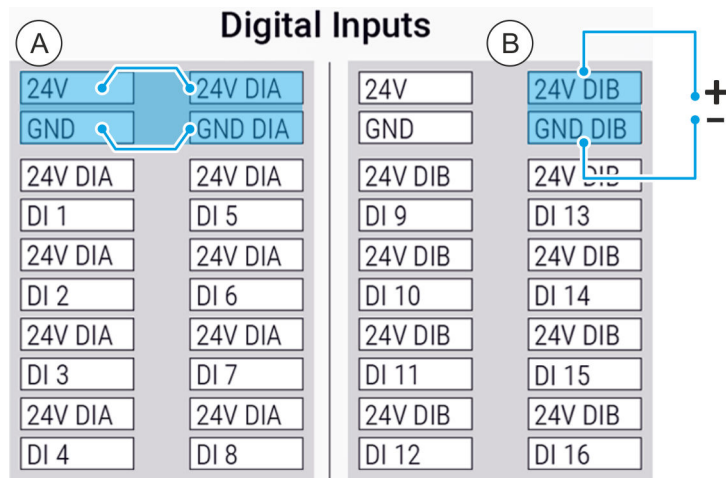

Abb. 73 Externe Spannungsversorgung verbinden (exemplarisch)
In **Abb. 73** ist die externe Spannungsversorgung exemplarisch für die Eingänge der Digital-E/A-Schnittstellen dargestellt.
01. Externe Spannungsversorgung gemäß **Abb. 73** verbinden.